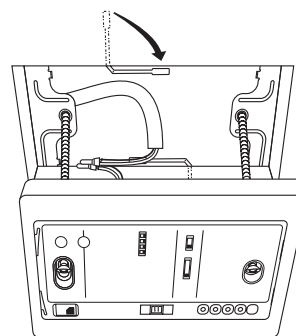

Fig. 11-28
7. Gire las piezas (A) y (B) a través del espacio entre el techo y el receptor de forma que quepan en las aberturas. Después apriete los tornillos sin forzarlos demasiado, pues ello podría estropear o deformar la caja (Fig. 11-28)